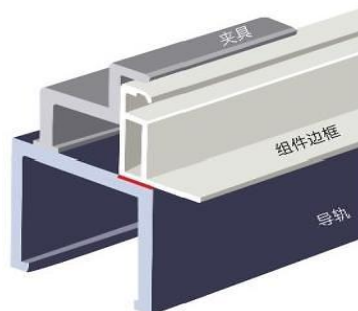

图9 导轨与组件边框重叠面≥20mm
- 对安装导轨平行于组件边框的安装方式，请确保组件边框与导轨全部重叠或重叠深度≥20mm，如图9所示。